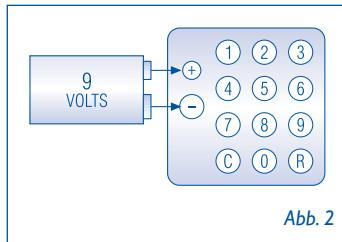

Abb. 2
1. Die Batterie zu 9Volts 6LR51 (siehe Abb. 2) einsetzen und dabei die Polarität berücksichtigen.